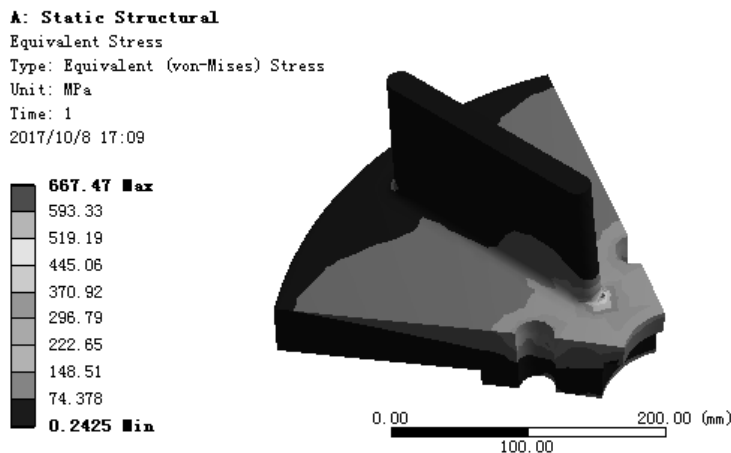

图 9.2.13 应力结果图解
(1) 求解分析。在顶部工具栏中单击 **Solve** 按钮求解分析。
(2) 查看应力结果图解。在“Outline”窗口中选中 **Equivalent Stress**,查看图 9.2.13 所示的应力结果,其最小应力为 0.2425 MPa,其最大应力为 667.47 MPa。